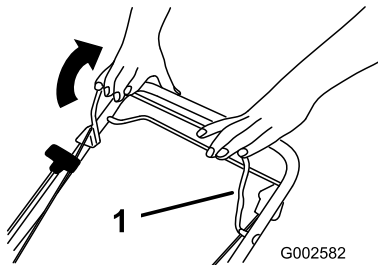

Figure 14
2. Sujete la barra de control de la cuchilla (Figure 14) contra el manillar.